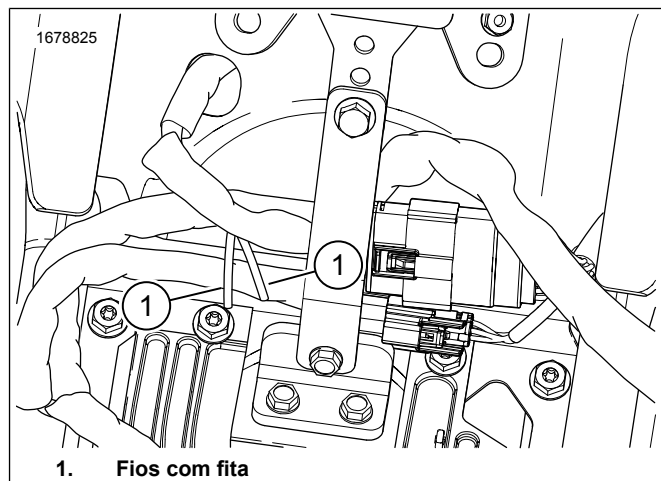

Figura 4. Fios da Caixa da Bateria
1. Figura 4 Localize os fios branco/rosa e branco/castanho na área da caixa da bateria. Retire a fita dos fios.